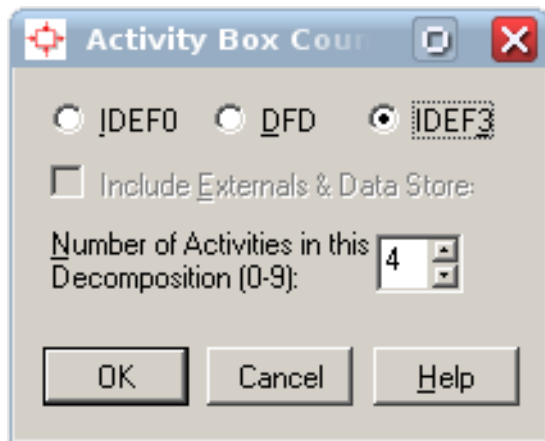

Рисунок 1.25 – Декомпозиция работы в нотации IDEF3
1. Перейдите на диаграмму A2 и декомпозируйте работу *Сборка настольных компьютеров*. В диалоге декомпозиции установите нотацию IDEF3 и число работ, равное 4 (рис. 1.25).